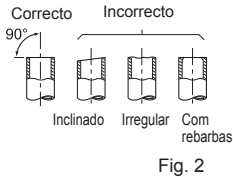

Fig. 3
- Ao ligar a mangueira de drenagem ao tubo rígido de cloreto de vinilo, certifique-se de que a insere firmemente no tubo. (Fig. 3)
- 4) Coloque o tampão de drenagem na secção à qual a mangueira de drenagem será ligada na parte posterior da unidade interior. (Fig. 3)
- 2) Retire completamente todas as rebarbas da secção transversal de tubo. (Fig. 3)